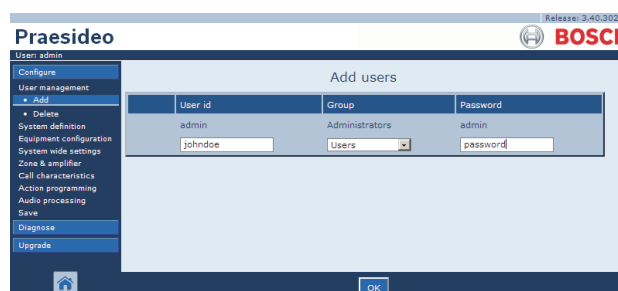

figure 42.3 : Ajout d'un utilisateur, étapes 2-4
- 2 Saisissez le nom d'utilisateur du nouvel utilisateur dans le champ *User id*. Cette valeur peut contenir au maximum 16 caractères. Exemple : *johndoe* (voir figure 42.3).
- 4 Entrez le mot de passe du nouvel utilisateur dans la zone *Password*. Cette valeur peut contenir au maximum 16 caractères. Par exemple, *password* (voir figure 42.3).